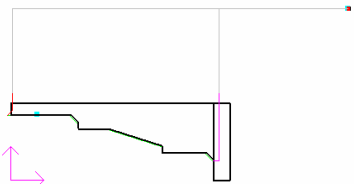

图 4-42 精车加工外圆轨迹
7) 生成刀具轨迹。当确定好进退刀点后，系统会自动生成绿色的刀具轨迹，如图 4-42 所示。